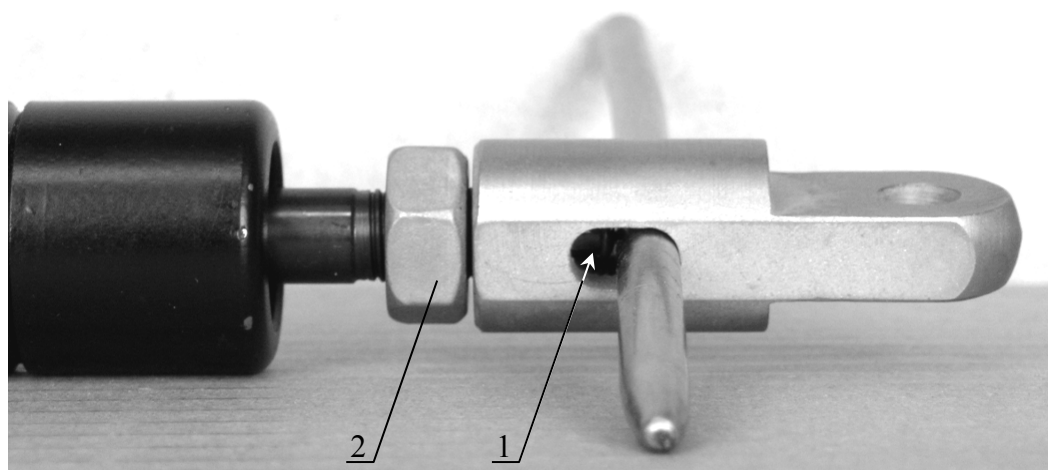

Рисунок 12. Регулировка газовых пружин.
12.3.2 Вставьте прут $\varnothing 5$ в паз пружины (Рисунок 12) и вверните головку до соприкосновения с фиксатором пружины 1, затяните гайку 2.